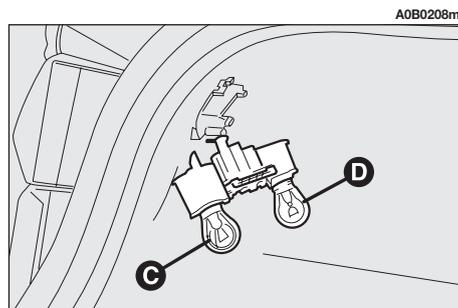

fig. 45
– Rimuovere e sostituire la lampada interessata (di tipo sferico con innesto a baionetta) spingendola leggermente e ruotandola in senso antiorario (**fig. 45**).